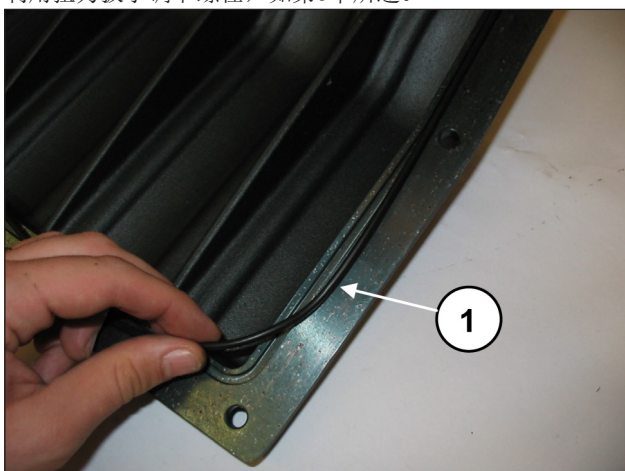
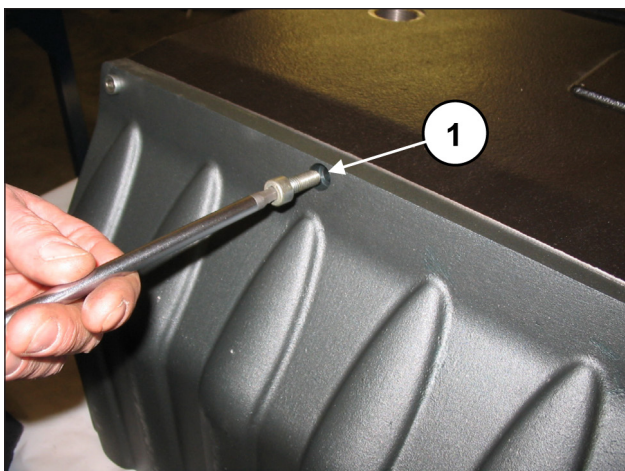

图 91
图 92
将O形圈插入后盖(①, 图 91) 并通过10个M8x20螺丝固定到曲轴箱(①, 图 92)。